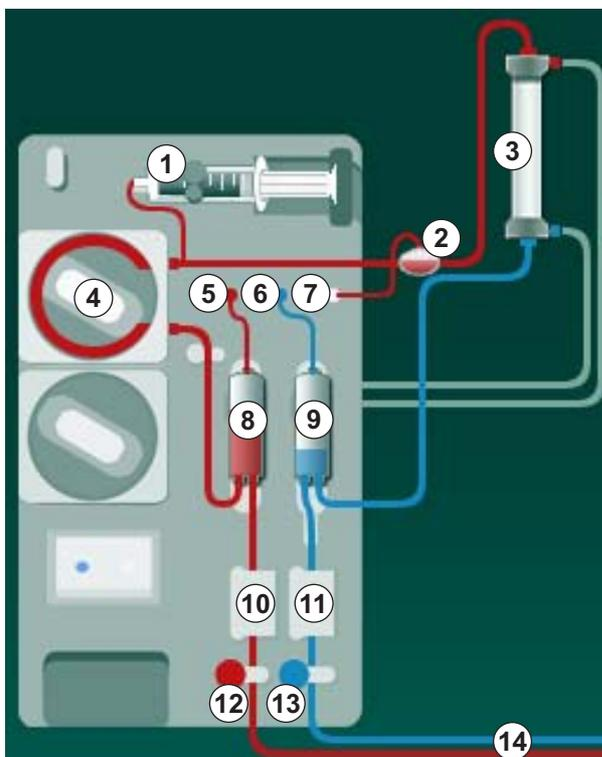

Fig. 3-2 Modo de funcionamento -Unipunção Crossover
Com o clampe da linha venosa (Fig. 3-2 Modo de funcionamento -Unipunção Crossover (33), ⑬ ) fechado e o clampe da linha arterial ⑫ aberto, a bomba de sangue ④ bombeia o sangue a partir do doente através do dialisador ③ e para a câmara venosa ⑨ . A pressão na câmara venosa ⑨ é monitorizada através do sensor de pressão venosa ⑥ . Assim que a pressão de alternância predefinida for atingida, a bomba de sangue ④ é desligada e o clampe da linha venosa ⑬ será aberto. Devido à pressão na câmara venosa ⑨ , o sangue flui através do dialisador ③ novamente para o doente, até ser atingida a pressão de alternância inferior. Uma vez atingida a pressão de alternância inferior na câmara venosa ⑨ ou expirado o tempo de fluxo de retorno, o clampe da linha venosa ⑬ fecha-se. Pouco depois, o clampe da linha arterial ⑫ abre-se. A bomba de sangue ④ é ativada, e o processo é reiniciado com a remoção de sangue do doente.